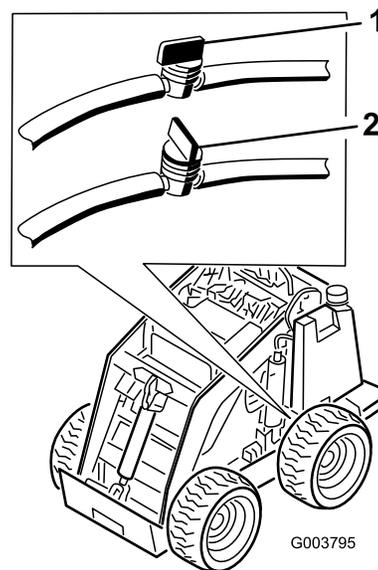

Рисунок 35
3. Закройте топливный клапан на днище топливного бака (Рисунок 35).
10. Откройте топливный клапан на днище топливного бака (Рисунок 35).
3. Закройте топливные клапаны в шлангах около днищ топливных баков (Рисунок 35).
10. Откройте топливные клапаны в шлангах около днищ топливных баков, как показано на Рисунок 35.